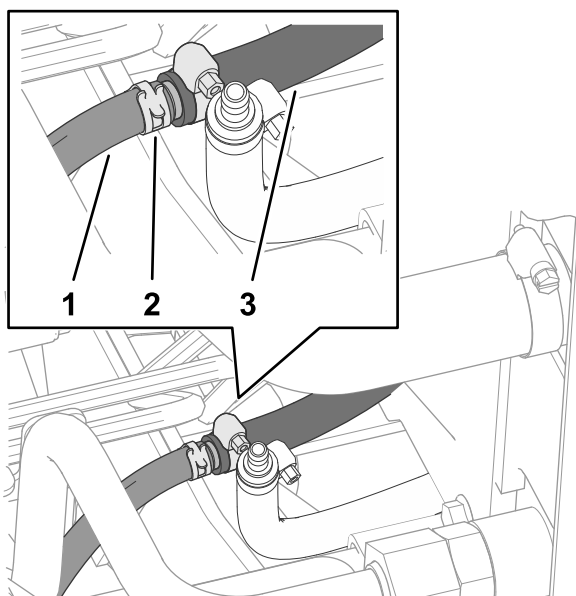

Рисунок 16
6. Установите шланговый хомут пружинного типа, снятый при выполнении пункта 1, на шланг топливного бака на машине (Рисунок 16).
7. Установите шланг топливного бака со шланговым хомутом на соединитель типа «елочка» внутреннего шланга охладителя топлива (Рисунок 16).